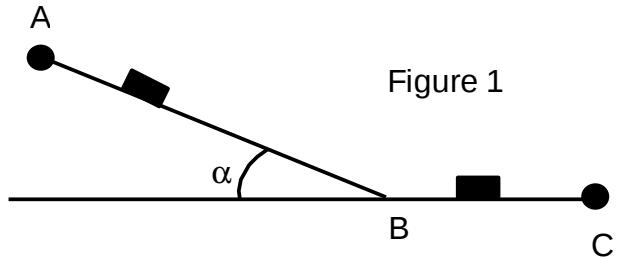

Figure 1
- ii) Le véhicule aborde une montée comme dans la figure 1 ci-contre. Il démarre en C et arrive en B au bout de 20 s, avec sa vitesse pour aborder la partie montante. Le problème est de trouver à partir de quel angle α_A le véhicule ne pourra gravir la pente. Une montée revient à ajouter un couple utile de $MgR\sin(\alpha)$ si R est le rayon de la roue, M est la masse du véhicule et g